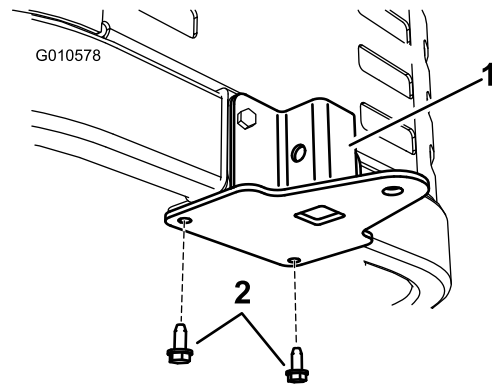

Figura 11
2. Sujete el soporte a la parte inferior del bastidor de la máquina desde abajo usando dos tornillos autorroscantes (5/16 x 3/4 pulgada) según se muestra en Figura 11.